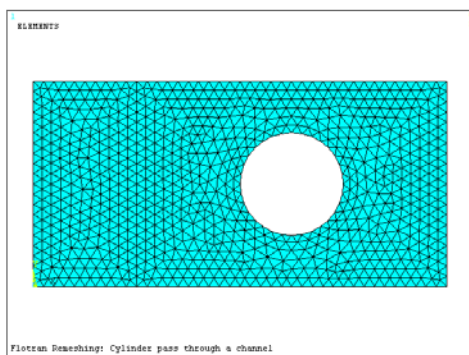

图 9-109 面 A3 的网格模型
⑪“MeshTool”对话框中，如图 9-105 所示，在“Mesh”选择列表中选择“Areas”，在“Shape”后选择“Tri<Free”，单击 Mesh 按钮会弹出“Mesh Areas”对话框，用鼠标选择面 A3，单击“OK”按钮会生成面 A3 的网格，如图 9-109 所示。